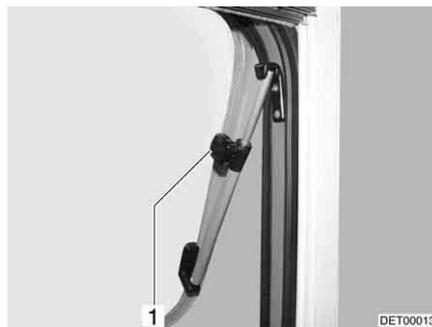

Fig. 76 Finestra apribile con deflettori a rotazione, aperta
- Aprire la finestra apribile fino alla posizione desiderata e fissarla mediante il pomello zigrinato (Fig. 76,1).
- Ruotare il pomello zigrinato (Fig. 76,1) fino a che l'arresto viene sbloccato.